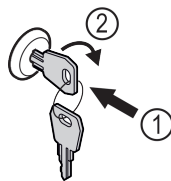

Fig. 204
- Introducir la llave. Fig. 204 (1)
- Girar la llave 90° en sentido horario. Fig. 204 (2)